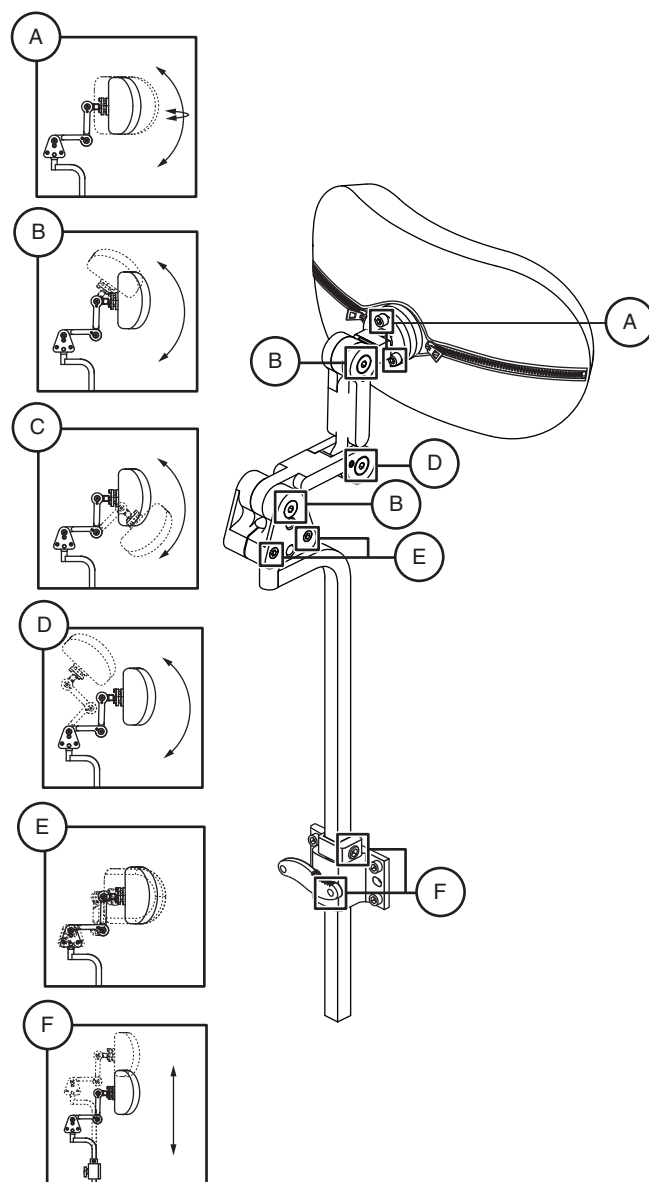

Abbildung 16. Komponenten zur Anpassung der Kopfstütze
1. Lockern Sie die Einstellschrauben, die mit den gewünschten Anpassungen korrespondieren. **Siehe Abbildung 16.**